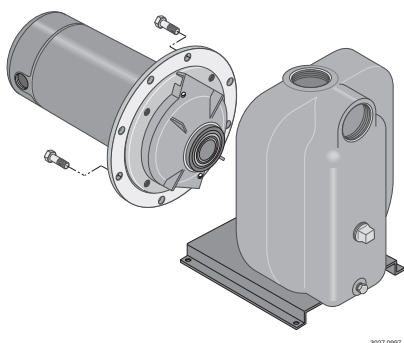

FIGURA 11 - DESLIZAR EL MOTOR HACIA ATRÁS
5. Retire los tornillos con cabeza que fijan la placa selladora al cuerpo de la bomba. Ahora podrá retirar el ensamblaje del motor y la placa de sellado del cuerpo de la bomba (figura 11).